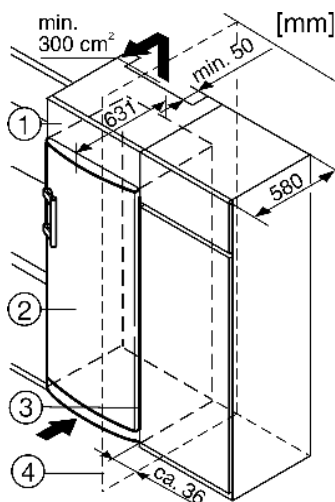

Fig. 7
- (1) Дополнительный шкафчик
(2) Устройство
(3) Кухонный шкаф
(4) Стенка
При комбинировании с обычными кухонными шкафами (глубиной макс. 580 мм) устройство можно установить непосредственно рядом с кухонным шкафом Fig. 7 (3). Дверца устройства выступает по сторонам на 34 мм и по центру устройства на 50 мм относительно передней стенки кухонного шкафа. Поэтому ее можно свободно открывать и закрывать. Важно для вентиляции:
Если устройство установлено на шарнирах у стены Fig. 7 (4), то расстояние между устройством и стеной должно быть не менее 36 мм. Настолько выступает ручка при открытой дверце.